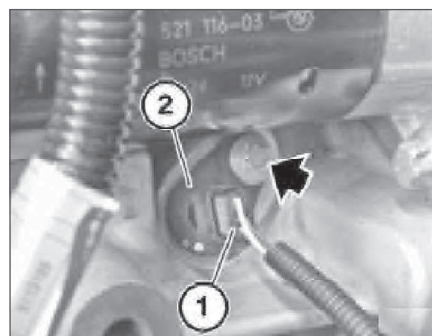

Рис. 10.8. Датчик коленвала
- Расфиксировать ШС (1) и отсоединить его от датчика (2, рис. 10.8) частоты вращения коленчатого вала двигателя. Вывернуть алюминиевый болт М6х16 (стрелка) и вынуть датчик частоты вращения из блок-картера.